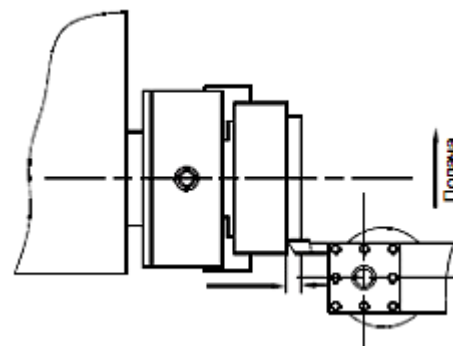

Рисунок 18
10.2 Обработка поперечной подачей (рисунок 18)